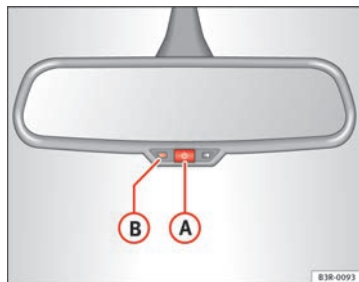

Fig. 103 Retrovisor interior con ajuste para posición antideslumbrante: Testigo de control e interruptor
- Pulse la tecla **(A)** ⇒ fig. 103. El testigo de control **(B)** se apaga.
- Pulse la tecla **(A)** ⇒ fig. 103. El testigo de control **(B)** se enciende.